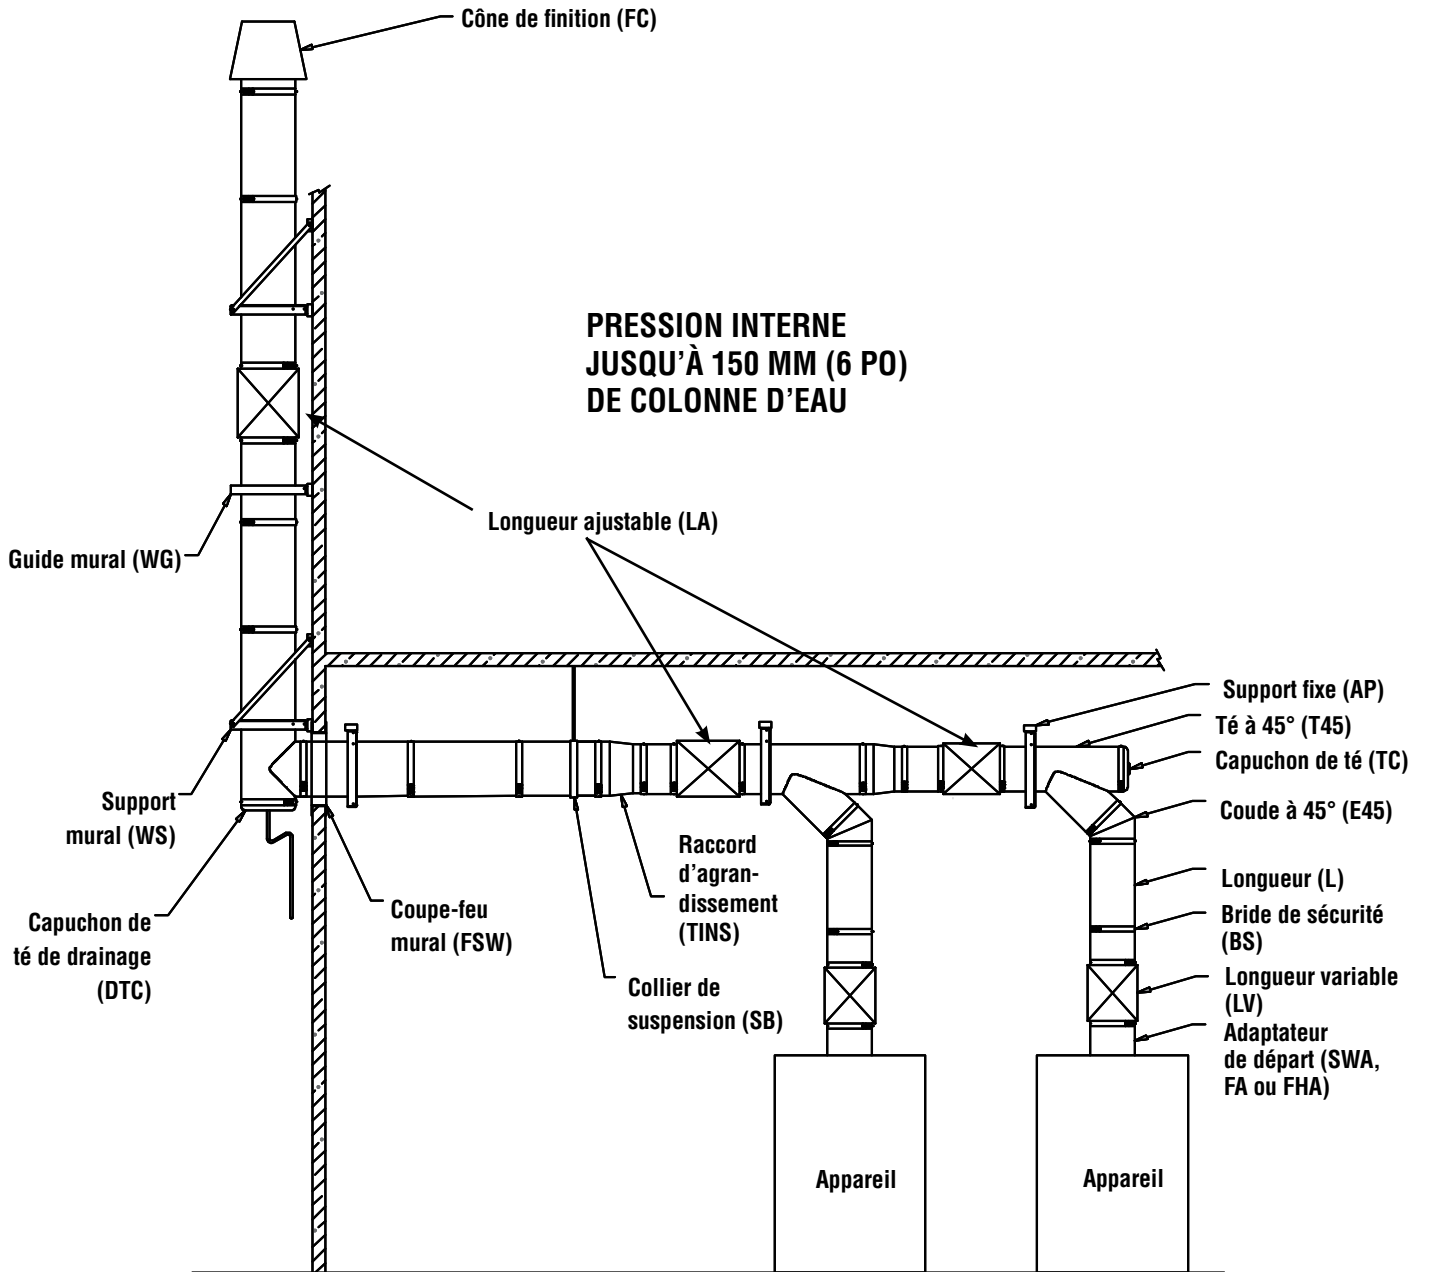

Figure 66 - Emplacement typique d'une longueur ajustable et d'une longueur variable
1. La longueur ajustable (LA) est utilisée pour deux fonctions: obtenir des longueurs non-standard et faire office de joint de dilatation.
2. La longueur ajustable peut être utilisée quand la pression interne ne dépasse pas 150 mm (6 po) de colonne d'eau ou dans les zones bien ventilées. Voir **Figure 66** pour le positionnement correct de la longueur ajustable.
1. La longueur variable (LV) n'est utilisée que pour obtenir des longueurs non-standard. Elle ne permet pas de compenser les effets de la dilatation thermique. Voir **Figure 66 pour localisation typique**.